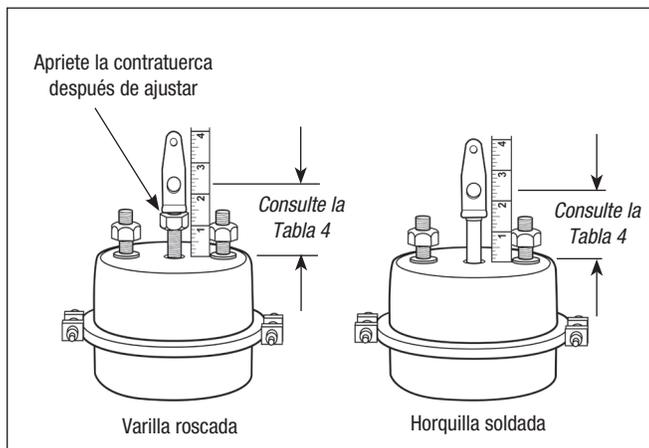

Figura 40 – Inspección de la cámara de aire
2. Si se repara o reemplaza la cámara de aire, verifique la distancia desde la línea central del orificio del pasador de horquilla hasta la cara de la cámara de aire. Consulte la figura 40 y la tabla 4 para ajustadores manuales de holgura. Consulte las instrucciones del fabricante para los ajustadores de holgura autoajustables.